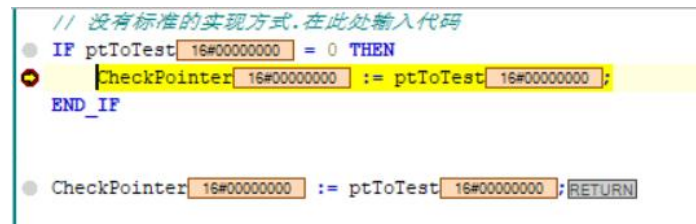

图 16.14 程序运行，进入断点
- 运行程序，当检查到空指针时，进入断点，如图 16.14 所示；